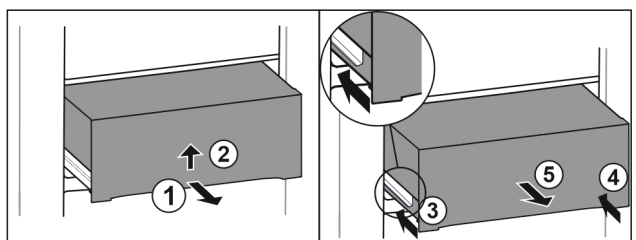

Fig. 64
- ▶ Zásuvku napůl vytáhněte. Fig. 64 (1)
- ▶ Zvedněte zásuvku na spodní straně. Fig. 64 (2)
- ▶ Zasuňte levou kolejničku. Fig. 64 (3)
- ▶ Zasuňte pravou kolejničku. Fig. 64 (4)
- ▶ Vyjměte zásuvku dopředu. Fig. 64 (5)